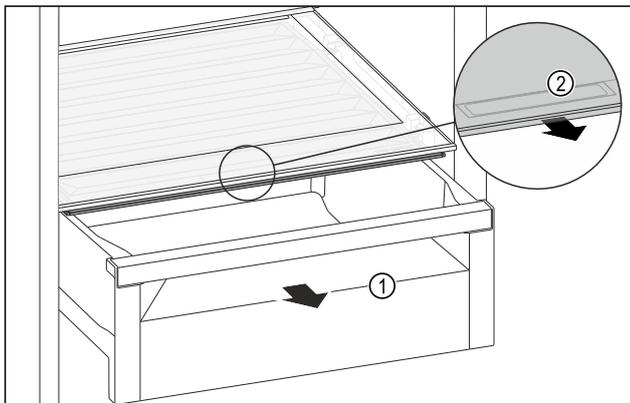

Fig. 114
- ▶ Schubfach Fig. 114 (1) herausziehen.
- ▶ Griffmulde Fig. 114 (2) am Fachdeckel anfassen und Fachdeckel gleichzeitig nach vorne ziehen.